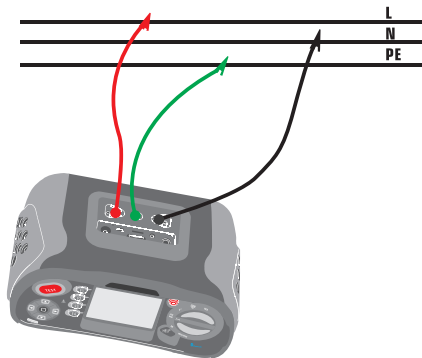

Figura 8 Hi-Amp LOOP-connessione fili test
- 3-Collegare i cavi di prova come mostrato nella Figura 8